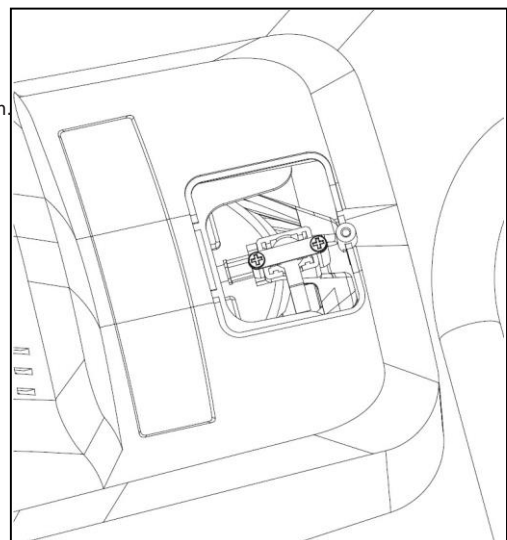

Fig. 6
2. Dévissez la vis cruciforme du boîtier et ouvrez le couvercle du balai de charbon (Fig. 6).
3. Dévissez les deux petites vis Phillips à l'intérieur (Fig. 6) pour retirer les balais de charbon.